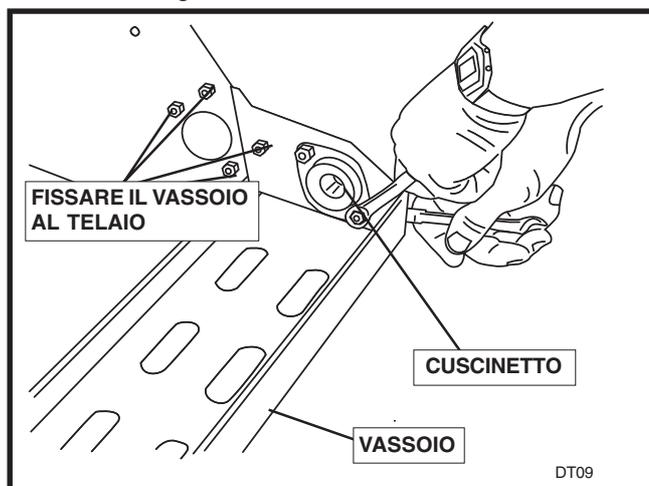

FIGURA 1
9. Installare il vassoio in corrispondenza dei fori di fissaggio sul telaio principale. Vedere Figura 1.
10. Applicare i cuscinetti sul lato interno del vassoio, NON serrare le viti, appoggiarle soltanto. Vedere Figura 1.